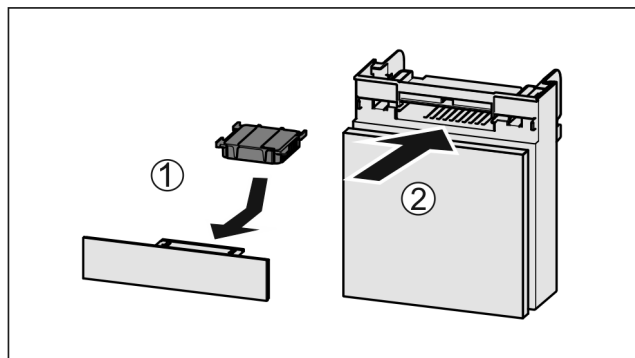

Fig. 100
- Introduceți Fig. 100 (1) filtrul de cărbune activ după cum se vede în figură.
- Împingeți Fig. 100 (2) compartimentul în interior.